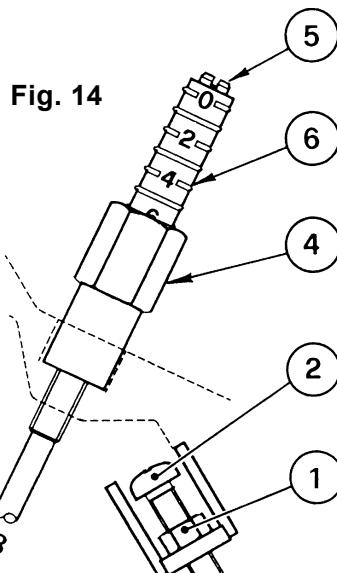

Fig. 14
De moer (1) losdraaien, de schroef (2) draaien tot het merkteken (3) de ideale stand bereikt. Blokkeer daarna de moer (1), (zie Fig. 14).
De moer (4) losdraaien, de schroef (5) draaien tot het merkteken (6) de ideale stand bereikt. Blokkeer daarna de moer (4), (zie Fig. 14).